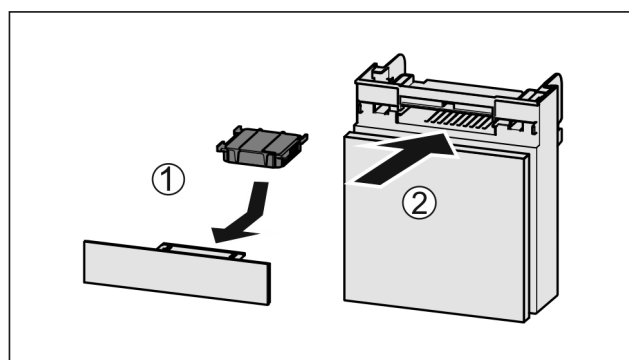

Fig. 127
- Anbring aktivkulfilteret som vis på billedet Fig. 127 (1).
- Skub rummet ind Fig. 127 (2).